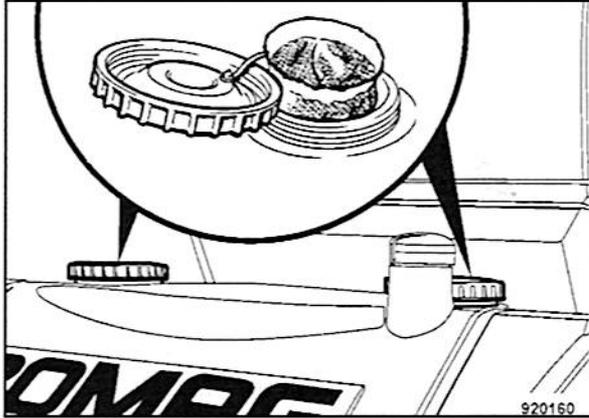

Fig. 195
- Desenroscar ambas tapas del depósito de agua (Fig. 195), sacar los tamices y limpiarlos.